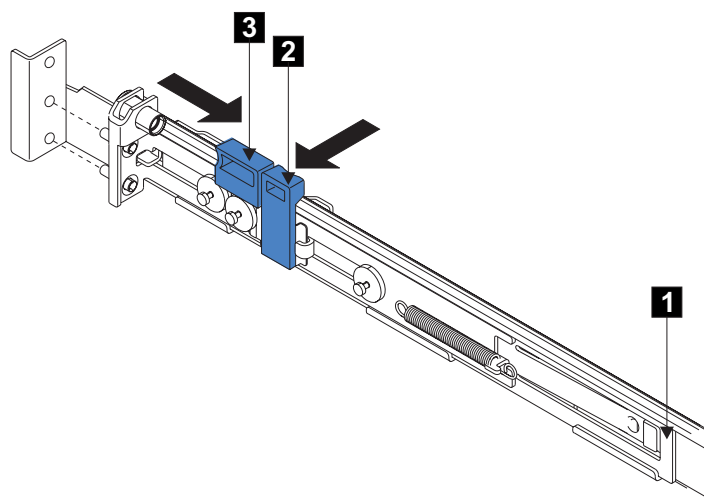

図 127. 後部のラッチ・ロック・キャリア・アセンブリーを開く
5. 後方のレール・ブラケット **1** (図 127) を、止まるまでレールの前面に向かって押します。これで、レールはその一番短い長さに調整されます。